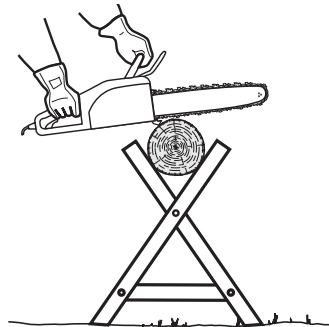

Fig.37
5. Posez les petits rondins sur un tréteau ou sur un autre rondin pour les couper (Fig. 37).